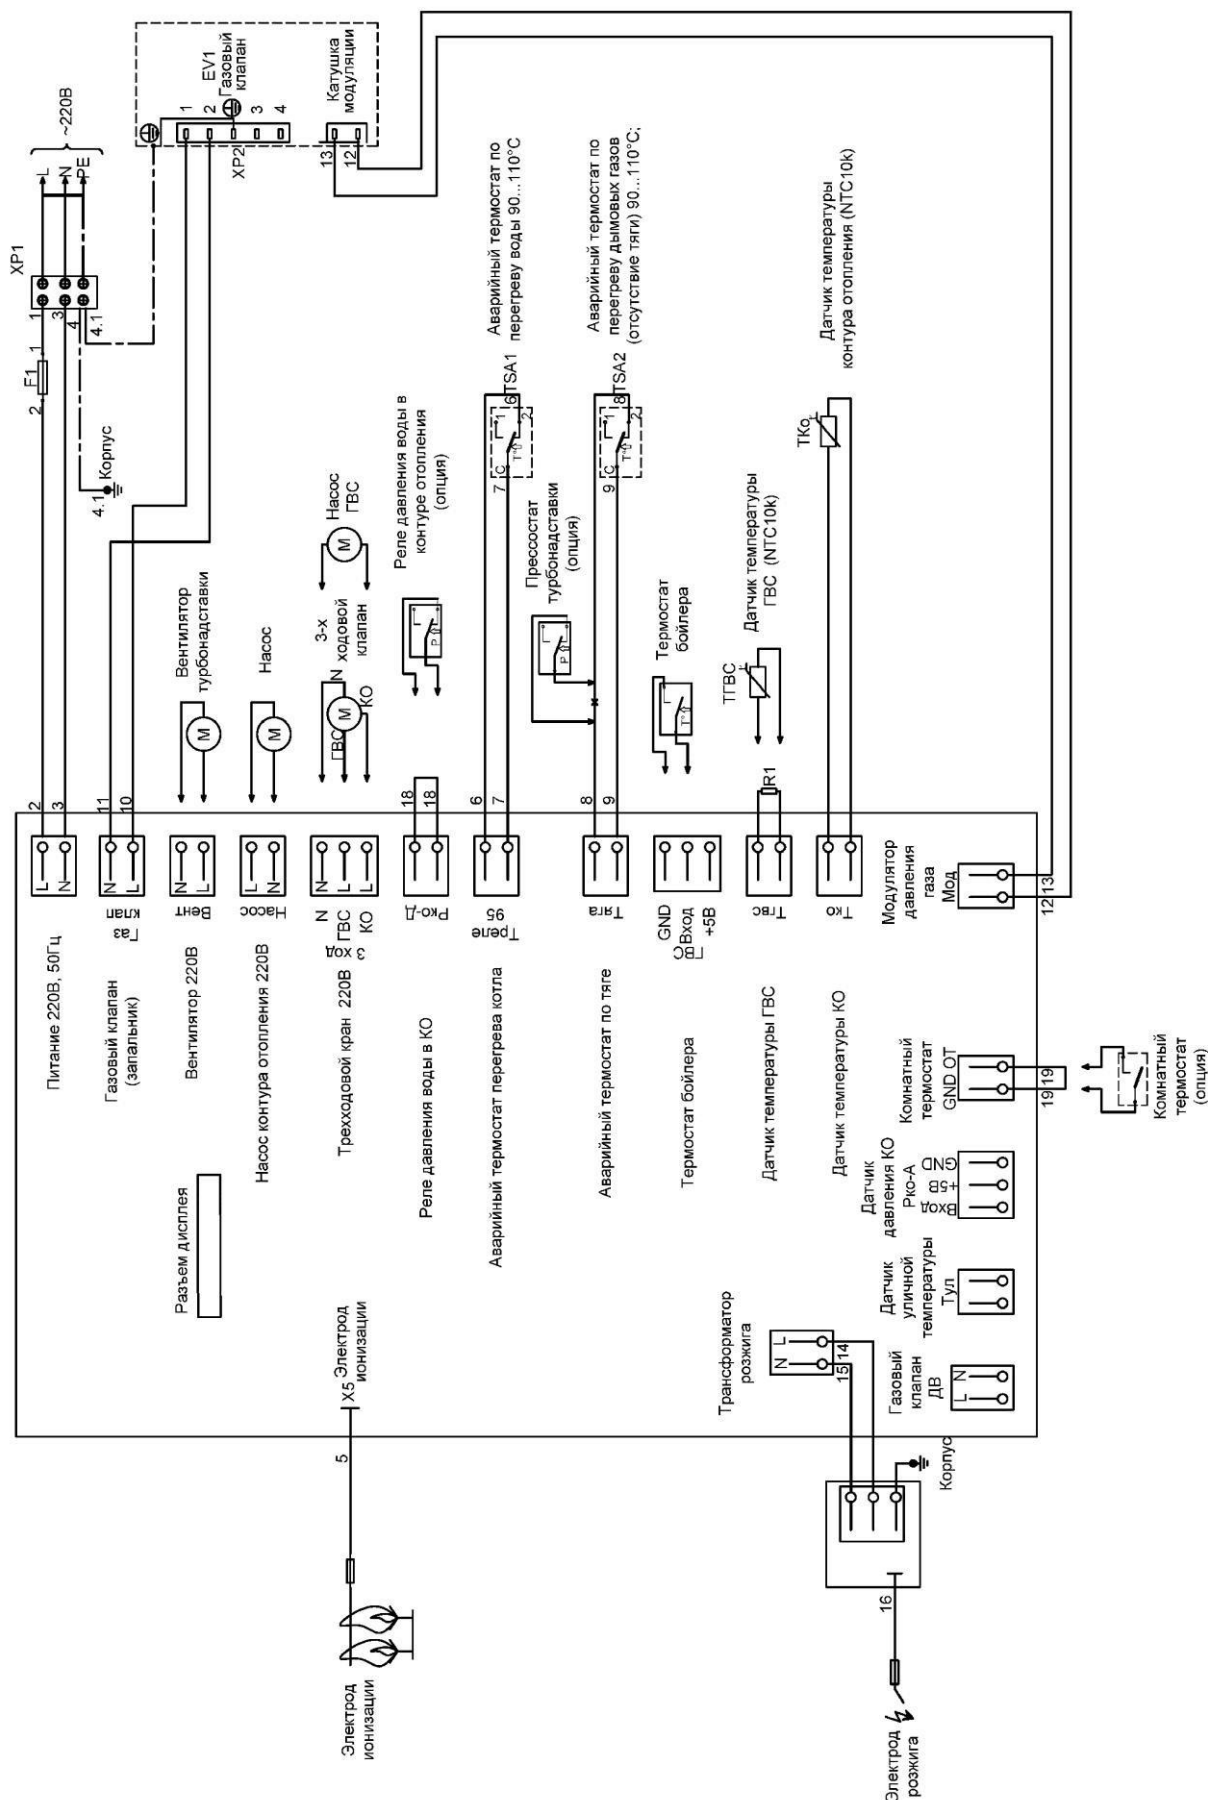

Рисунок 7. Электрическая схема котлов TITAN Z30M-Z65M
- подсоедините провода термостата накопительного бойлера горячего водоснабжения в соответствии с электрической схемой (Рис.7,8);
- подключите насос греющего контура бойлера в соответствии с электрической схемой (Рис.7,8); □ включите питание котла;